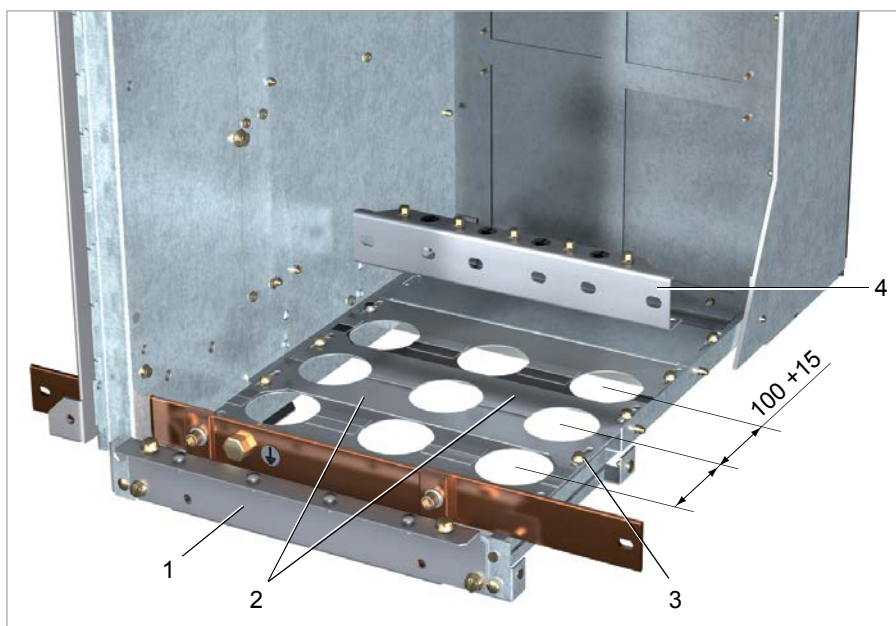

Fig. 64
Les cellules sont fournies en option avec des plaques de plancher métalliques (Fig. 64, pos. 2) dans le compartiment de connexion de câbles. Dans ce cas, les plaques de base sont déjà intégrées d'usine et doivent être démontées avant d'installer les câbles.
6. Après le réglage, resserrer les vis de fixation (Fig. 64, pos. 3).